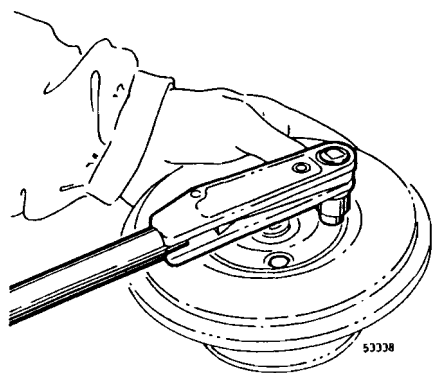

Fig. 261
- 14 Poner el anillo de estanqueidad en la caja de cojinetes y atornillar la tapa a la caja. Apretar los tornillos con 9,0 Nm, véase la fig. 261.